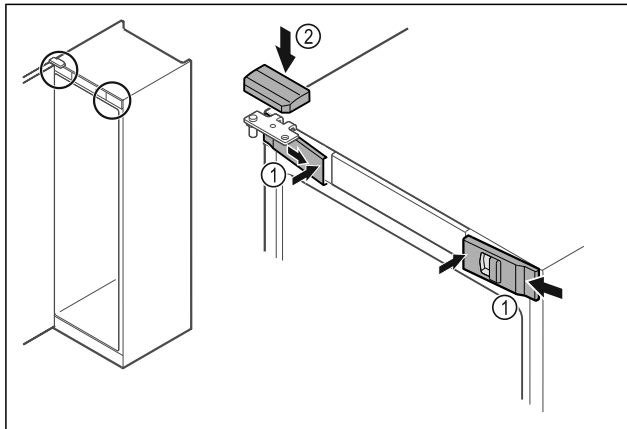

Fig. 48 \*
- ▶ Haakige eesmised katted Fig. 48 (1) küljel külge ja fikseerige seest.\*
- ▶ Haakige ülemine kate Fig. 48 (2) ülalt lahti.\*